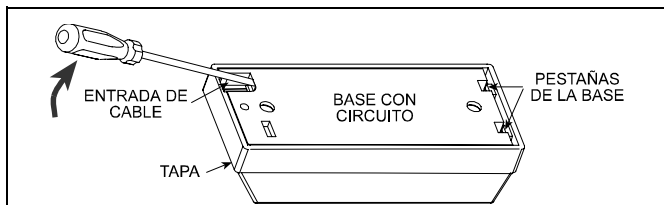

Figura 4. Separación de la tapa y base
- Quite la tapa de la unidad como se muestra en la Figura 4.